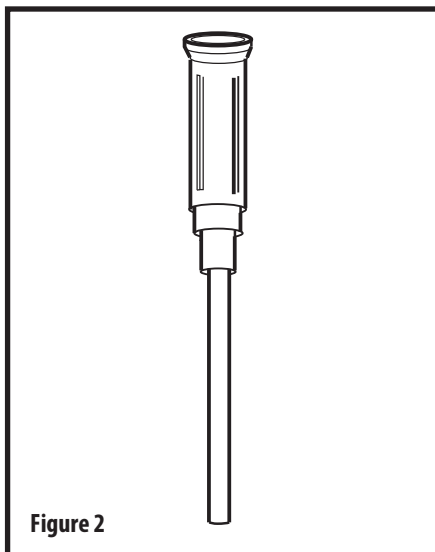

Figure 2
7. Die Einführkanüle (Abb. 2) in den Jejunalport schieben, bis die Nabe den Jejunalport berührt und die Einführkanüle in der Sonde sichtbar ist. Die Einführkanüle öffnet das Einwegventil und schützt es vor Beschädigungen durch den Führungsdraht.